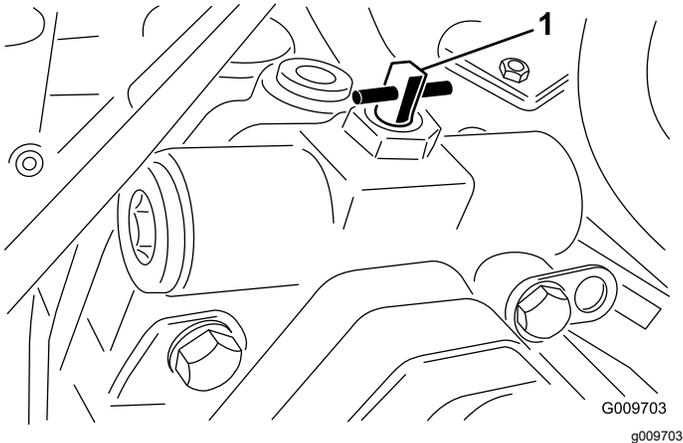

Bild 64
3. Drehen Sie das Sicherheitsventil um eine Vierteldrehung nach rechts oder links, um es zu öffnen und das Öl intern umzuleiten (**Bild 64**).
2. Drehen Sie das Sicherheitsventil um eine Vierteldrehung nach rechts oder links, um es zu öffnen und das Öl intern umzuleiten (**Bild 64**).